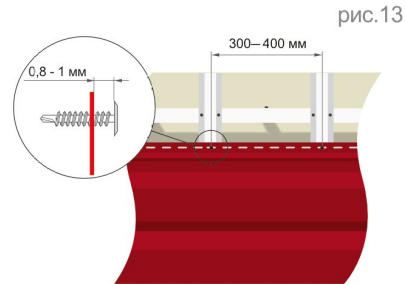

рис.13
- ▷ расстояние между саморезом и панелью сайдинга 0,8-1 мм (рис. 13)
- ▷ расстояние между саморезами должно составлять 300-400 мм (рис. 13)